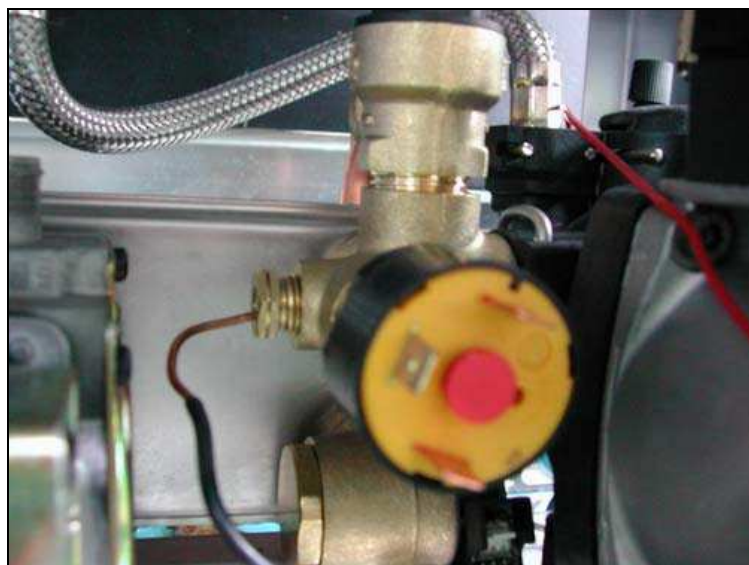

Рисунок 44
- ❑ Датчик расположен с лицевой стороны в правой части котла. Найдите его и отсоедините электрические провода (Рисунок 44).